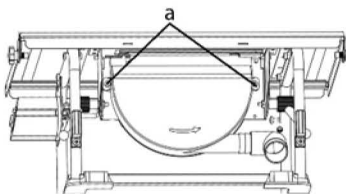

Fig.17
- > Desaperte a proteção inferior (7) desapertando os dois parafusos de fixação. (Fig. 17)